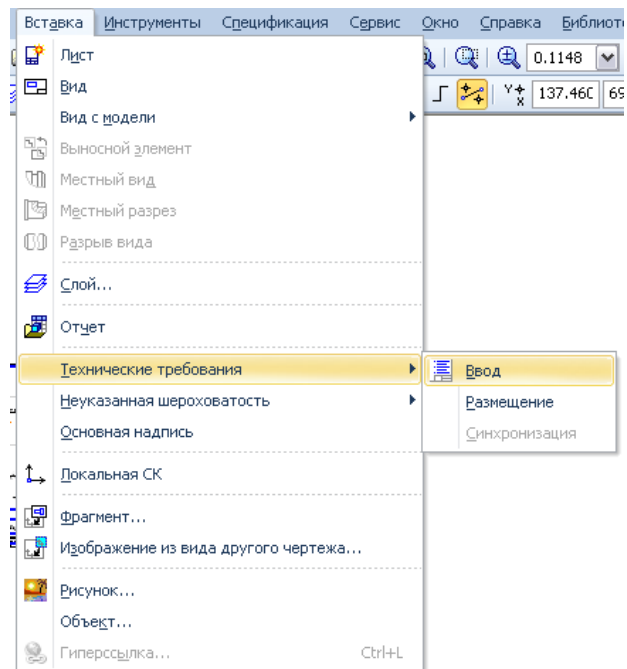

Рис. 2.5.6
8. Технічні вимоги ввести через меню **Вставка** **Технические требования** **Ввод** (рис. 2.5.6).